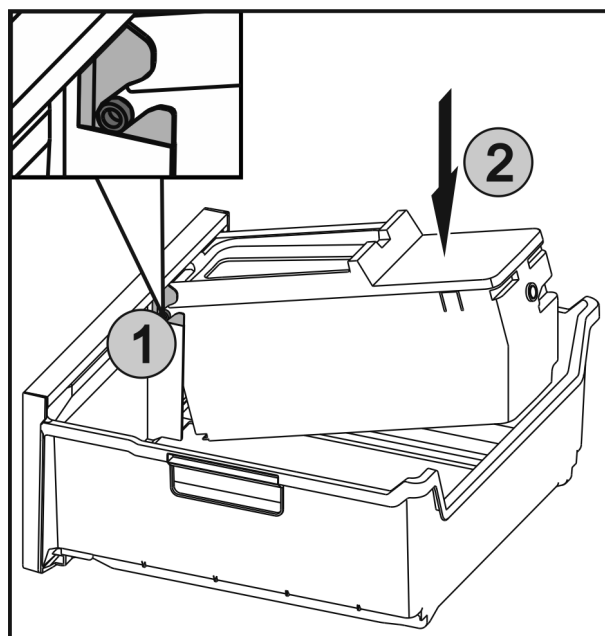

Fig. 45
- Insérer les axes Fig. 45 (1) sur l'EasyTwist-Ice dans les guides et appuyer sur le côté arrière Fig. 45 (2) jusqu'à ce que la languette s'enclenche.